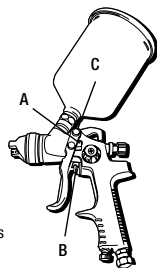

Fig. 1
- C. point du pivot de la gâchetteVoir Fig. 1 pour l'emplacement de ces points.